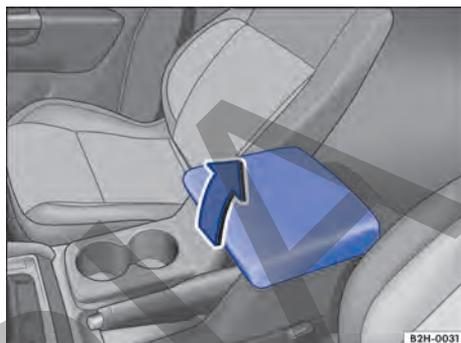

Fig. 113 Portaobjetos en el reposabrazos central delantero.
1. Levante completamente el reposabrazos en el sentido de la flecha → fig. 113.
1. Guíe el reposabrazos hacia abajo, en el sentido contrario al de la flecha → fig. 113.